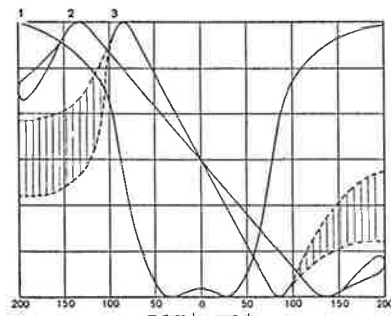
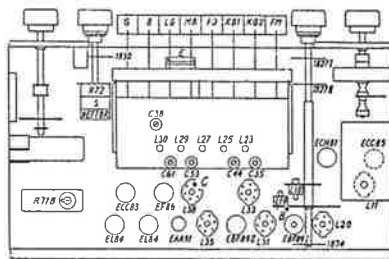

Fig. 10. Oscilloskopkurver for FM-del.
Fig. 15. Sjassiet sett nedenfra (serie 2).
Fig. 10 viser oscilloskopkurver. Signalgeneratoren er koplet til antennebøssingene og oscilloskopet er koplet i serie med 0.2 M Ω til C46 for MF-kurven, 1, og til C81 for de 2 diskriminatórkurvene. MF-kurven er nyttig under trimmingen. Den smaleste diskriminatórkurven, 3, er for 5 μ V inn. Den blir utflytende på kantene på grunn av sus. Kurve 2 er for 500 μ V inn. Sløyfene på sidene skyldes fase-
1. Signalgeneratoren tilkoples over L3 (pkt. A, fig. 14) og innstilles på 10.7 Mc/s med sving ± 200 kc/s. Oscilloskopet koples til den kalde ende av L19 (pkt. B, fig. 15). Kretsene trimmes i rekkefølge L20-L11-L12-L21. Kurven skal ha 2 dB toppe og en båndbredde på 160-180 kc/s mellom 6 dB punktene (fig. 10, 1) med et påtrykk som gir 10-15 mV i pkt. B.
2. Signalgeneratoren tilkoples styregitteret på EBF89 I. Oscilloskopet tilkoples over C69 (pkt. C, fig. 15). Først trimmes L38 til S-kurven fremkommer. Deretter trimmes L37 og L31 til størst mulig forsterkning. Påtrykket reguleres så likespenningen mellom C83 og sjassi blir ca. 10 V. Til slutt justeres L38, og om nødvendig L37, så kurven får den riktige form (fig. 10, 2). Kurven skal være rett over ± 130 kc/s.
3. Signalgeneratoren innstilles på 93 Mc/s, mod. ± 200 kc/s, og tilkoples antennebassingene. Først koples oscilloskopet til pkt. B for innstilling av nøyaktig frekvens på mottakeren og evt. finjustering av de 4 første kretsene. Påtrykket skal da være 50 μ V. (Det forutsettes at signalfrekvenskretsen L1 ikke er så meget ute av trim at følsomheten er betydelig redusert. Dette vil i så fall bervirke en viss skjvhet i MF-kurven). Deretter koples oscilloskopet til pkt. C, påtrykket reduseres til 5 μ V og de 3 siste kretsene finjusteres. Påse at senterfrekvensen forblir uforandret ved den siste omkopling. Kurven skal nå være lineær over ± 80 kc/s (fig. 10, 3).